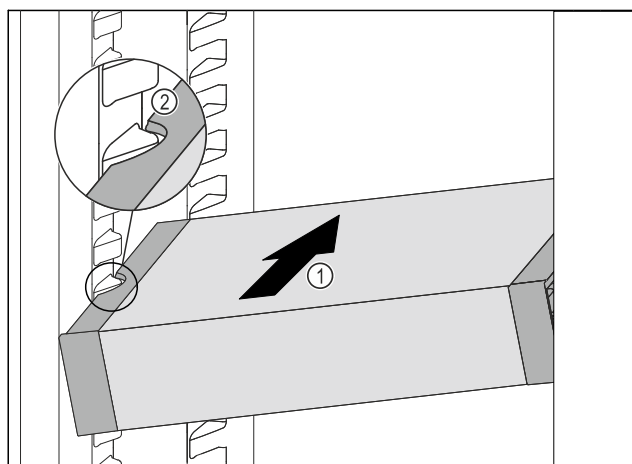

Fig. 79
- ▶ VarioSafe wsunąć ukośnie do chłodziarki Fig. 79 (1), aż boczne wycięcia Fig. 79 (2) VarioSafe będą się znajdować na wysokości żeber pojemnika w chłodziarce.